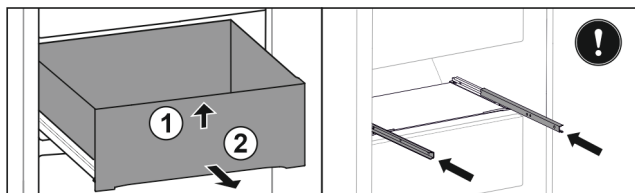

Fig. 113
- Lyft upp utdragslåda framtill. Fig. 113 (1)
- Ta ut utdragslåda genom att dra den framåt. Fig. 113 (2)